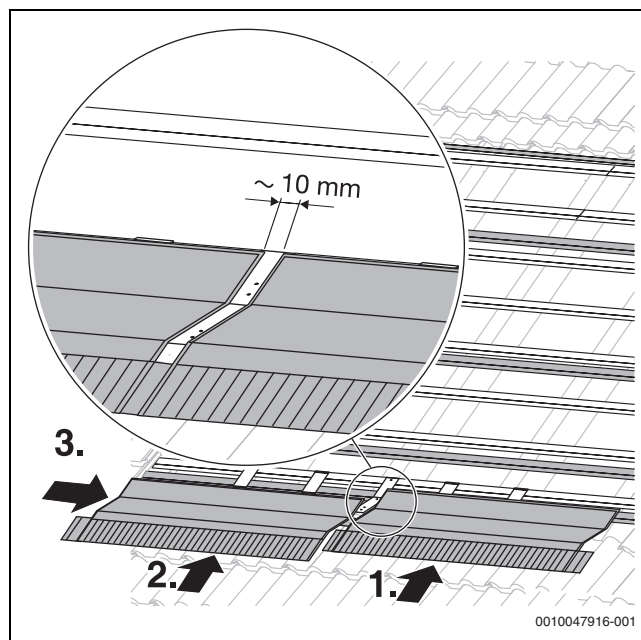

Bild 30 Eindeckbleche für 2 Kollektoren
1. Rechtes unteres Eindeckblech in Montagehalter einschieben (→ Bild 30).
2. Linkes unteres Eindeckblech in Montagehalter einschieben (→ Bild 30)
3. Linkes Eindeckblech so weit über das Unterteil des Verbinders schieben, dass die Bohrungen im Unterteil noch sichtbar sind (Abstand zwischen den Blechen: ca. 10 mm) (→ Bild 30).